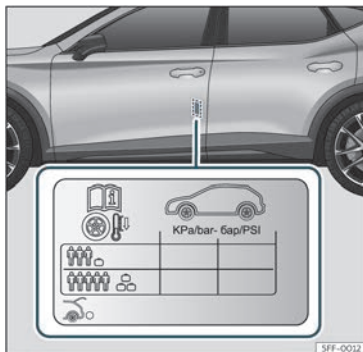

Fig. 212 Localização do autocolante da pressão de ar dos pneus.
- Adapte a pressão dos pneus à carga transportada pelo veículo»» **Fig. 212**.
Os valores da pressão de enchimento indicam-se na etiqueta autocolante situada na zona posterior da moldura da porta dianteira esquerda»» **Fig. 212**.
A pressão dos pneus tem de ser ajustada à carga momentânea do veículo. Se pretender utilizar o veículo com a carga máxima, terá de aumentar a pressão dos pneus para o valor máximo indicado na etiqueta»» **Fig. 212**.
pressão segundo indicado na etiqueta de pressão dos pneus»» **Fig. 212**.
- O condutor é responsável por garantir que todos os pneus do veículo estejam cheios com a pressão correta. A pressão de ar recomendada está indicada num autocolante >>> Fig. 212.
- Com os pneus a frio, deve manter-se sempre a pressão indicada no autocolante >>> Fig. 212.